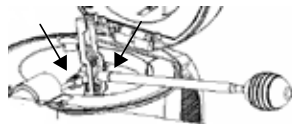

Fig.13
5. Druk de pomp langzaam in zodat het water door de stijgbuis en de kraan kan stromen (Fig. 13).